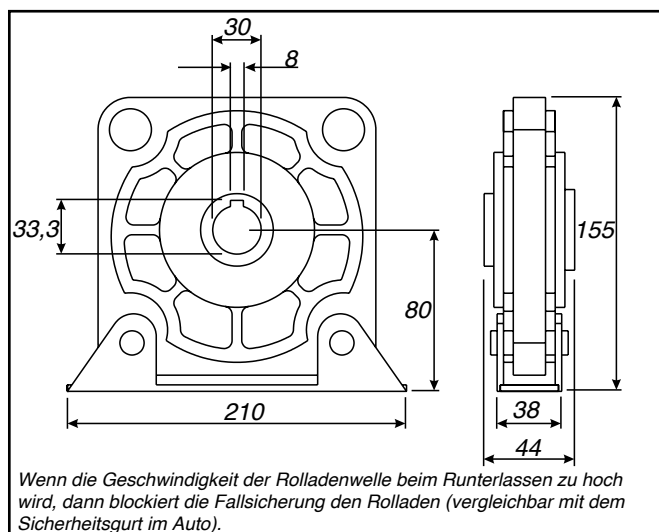

Abb. 16 : Fallsicherung
- Abrollsicherung: siehe Abb. 16